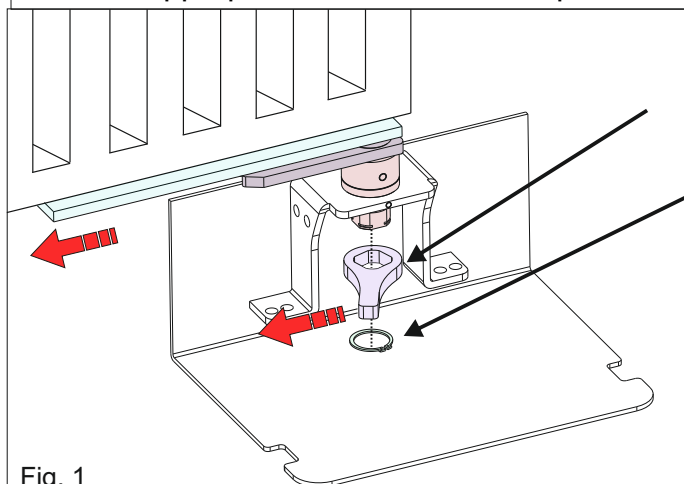
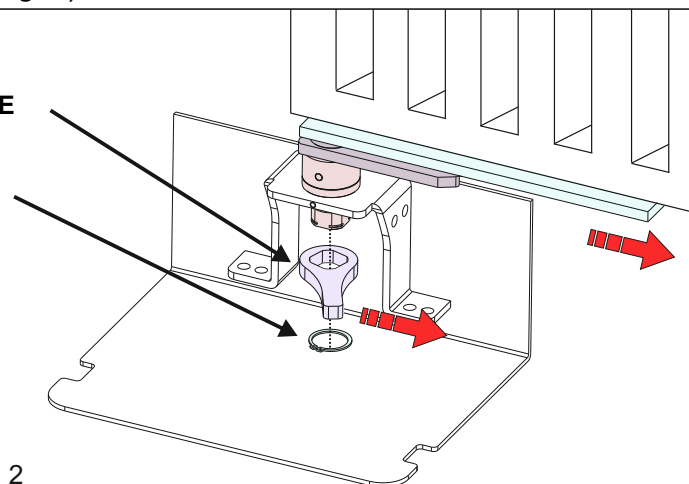

Fig. 1
Fig. 2
1. Insérez l'étrier de butée dans la tige, en faisant attention à l'insérer dans la même direction dans laquelle l'étrier support du vantail est orientée, puis verrouillez-la avec le seeger (Fig. 1 et Fig. 2)